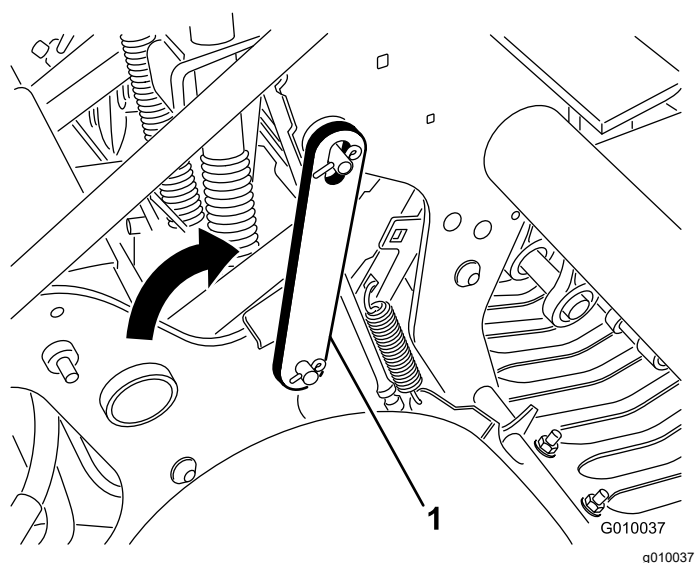

図 19
4. ラッチを後ろ向きに回転させて、コアリングヘッドのピンにはめ込む 図 19。クリップリングでラッチを固定する。